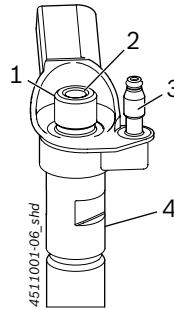

Fig. 7: CRI Piezo
ii Na maioria dos CRI Piezo, o lado mais comprido do chanfro e, assim, a maior espessura da parede, é o lado do retorno (Fig. 7, pos. 3).